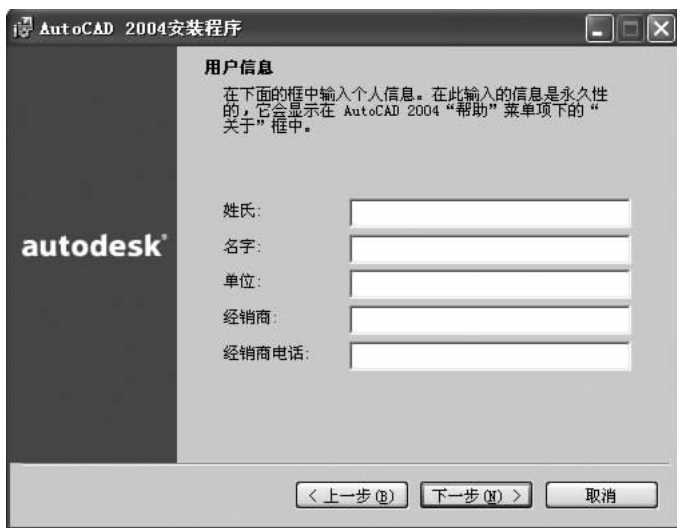

图 1-2 “用户信息”界面
(2) 向导安装完毕后,将显示 AutoCAD 2004 中文版安装向导的【欢迎】界面,单击【下一步】按钮,继续安装。在【软件许可协议】界面的【国家/地区】列表框中选择所在国家为 China,并仔细阅读对话框中的信息,只有接受协议条款,安装程序才能继续下去,选中【我接受】单选按钮,然后单击【下一步】按钮。
(3) 在【序列号】界面中,输入 AutoCAD 2004 安装 CD 盒上的序列号,然后单击【下一步】按钮。在【用户信息】界面中,输入姓氏、名字、单位、经销商和经销商电话。然后单击【下一步】按钮,如图 1-2 所示。